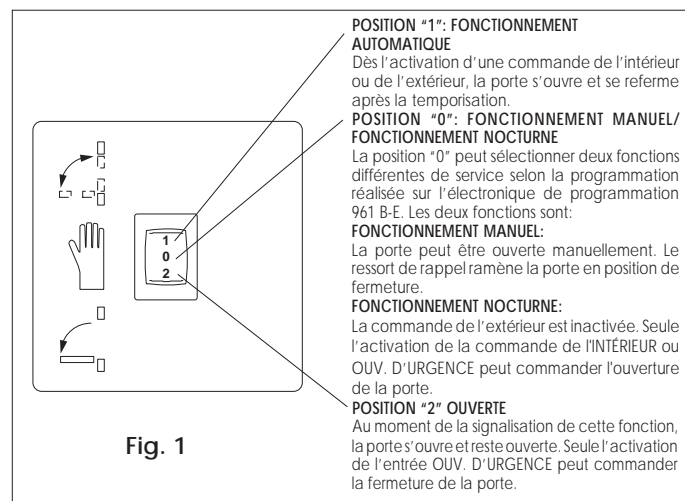
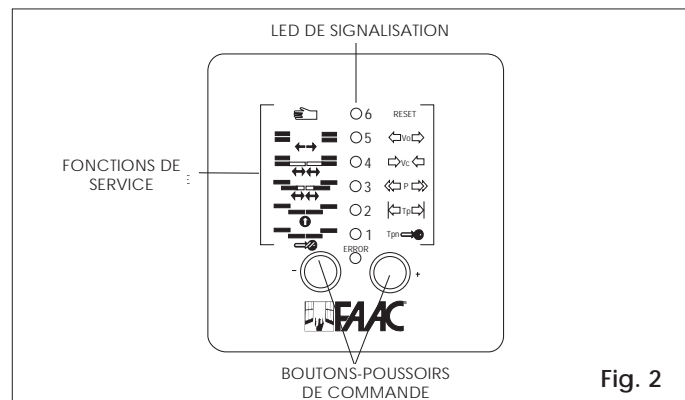

Fig. 1
Fig. 2
**Système d'entraînement (fig.1-rep.7)**
**Ressort de fermeture (fig.1-rep.10)**
- 3) Maintenir fermement le bras et déposer la vis de réglage de la compression du ressort (fig.1-rep.5).
- 6) Effectuer les ajustements éventuels et monter la vis de réglage (fig.1-rep.5) en la bloquant à l'aide colle "loctite".
L'automatisme 961 B-E dispose d'un commutateur qui permet de sélectionner la logique de fonctionnement comme indiqué fig.1. L'automatisme 961 B-E peut également être géré par une électronique de programmation externe "CODIS" (en option)(fig.2), se substituant au commutateur de fonctions.
- En appuyant sur le poussoir -, sélectionner la fonction de service désirée (LED allumée), voir fig.2.